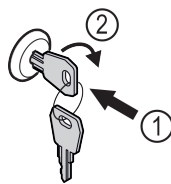

Fig. 158
- ▶ Shtyni çelësin brenda. Fig. 158 (1)
- ▶ Rrotulloni çelësin me 90° në drejtimin orar. Fig. 158 (2)